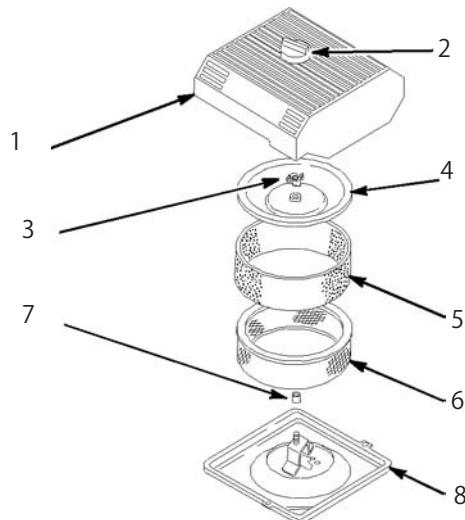

図28
- エア・クリーナを外したときエンジン内部に異物が入らないよう、周辺をきれいに拭く(図28)。
- エア・クリーナのカバーのノブをゆるめてカバーを外す(図28)。
- ペーパー・エレメントからスポンジ・エレメントを注意深く取り外す(図28)。
- カバー・ナットを外し、カバーとペーパー・エレメントを外す(図28)。
- ペーパー・エレメントにスポンジ・エレメントを注意深く取り付ける(図28)。
- カバー・ナットを取り付けて指締めする(図28)。
4. カバーとノブとを取り付ける(図28)。